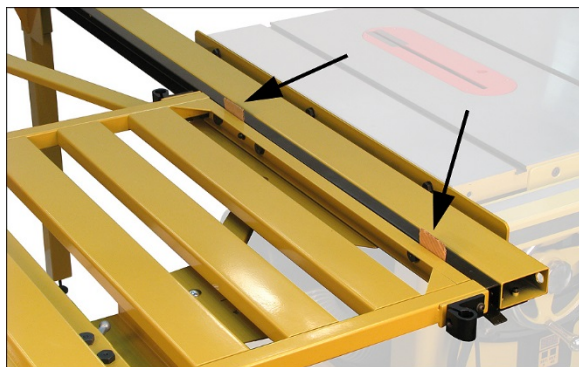

Рисунок 7-14
**ПРИМЕЧАНИЕ:** Поддерживайте одинаковое расстояние между подвижным столом и внутренней направляющей, установленное с помощью прокладок (см. рисунок 7-14).